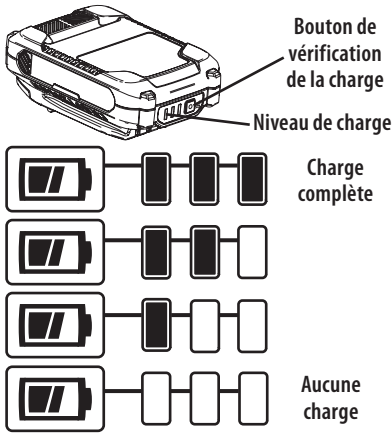

Figure 34
1. Pressez sur le bouton sur le devant de la batterie pour vérifier le niveau de charge. Voir Figure 34 à la 65.